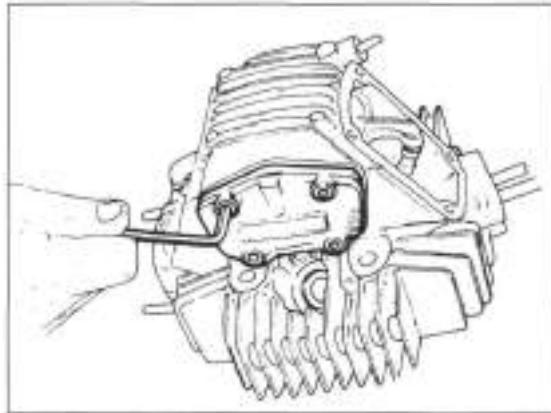

Bild 142
- Befestigungsschrauben des Nockenwellenlagerschildes ausdrehen, (Bild 142) und das Lagerschild abnehmen.